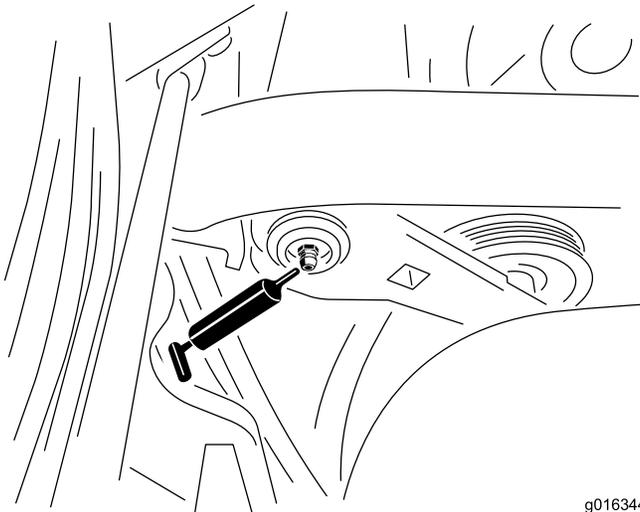

Figure 45
1. Essuyez le graisseur pour éviter que des impuretés ne pénètrent dans le roulement ou la bague (Figure 45).